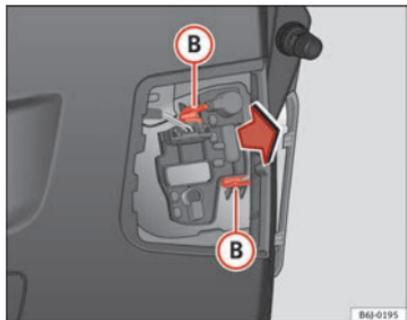

Fig. 162 Desmontagem do porta-lâmpadas
- Desmonte o porta-lâmpadas, pressionando os cliques de fixação (B) ⇒ Fig. 162 e tirando-o para fora.